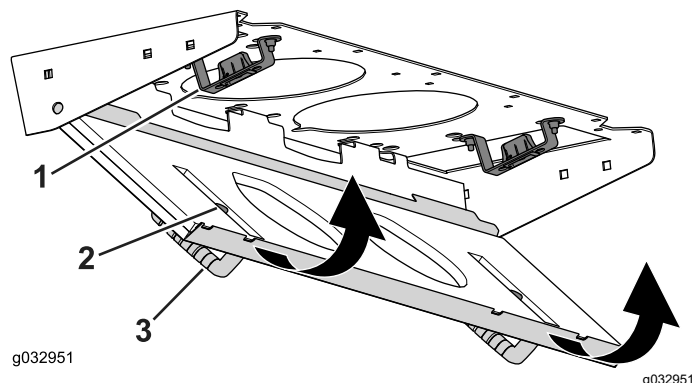

Figure 116
4. Faites pivoter le filtre sur les languettes jusqu'à ce que le pêne s'enclenche dans la gâche (Figure 116).